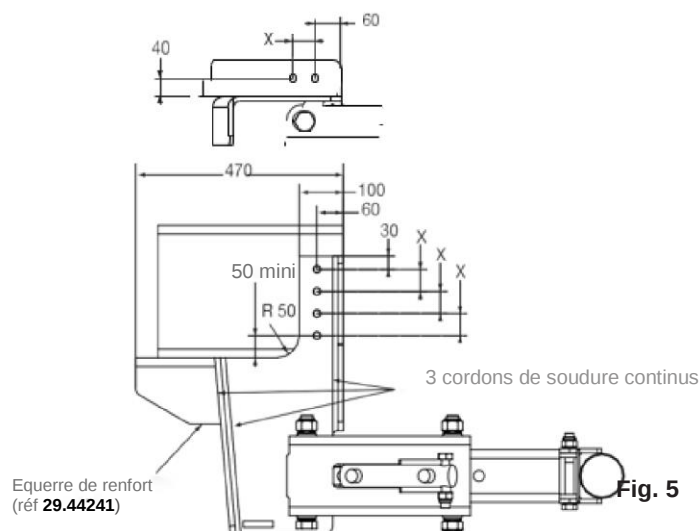
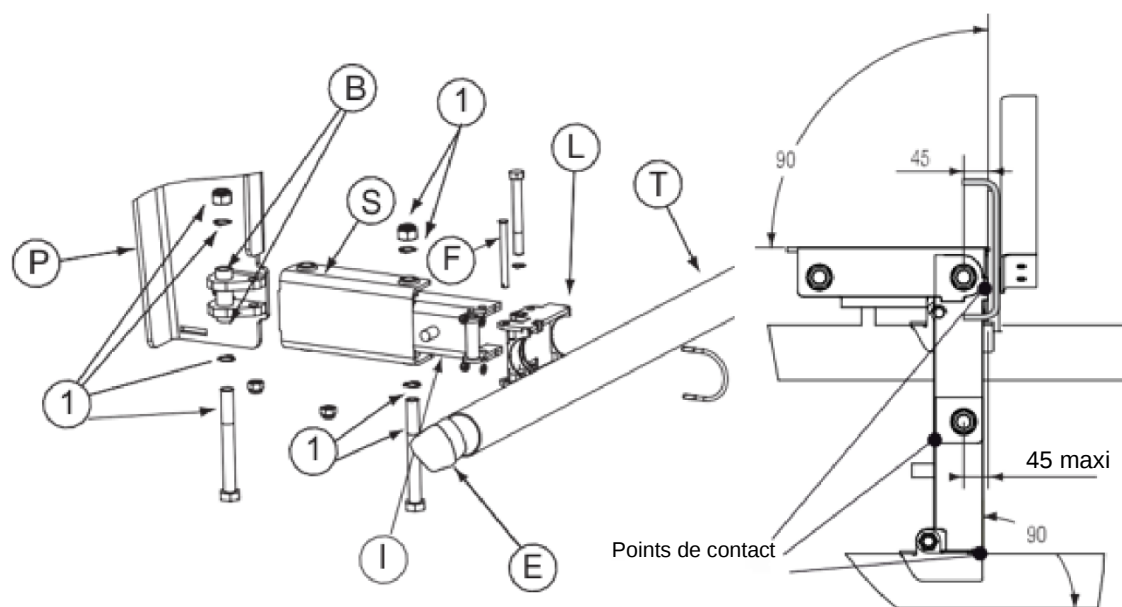
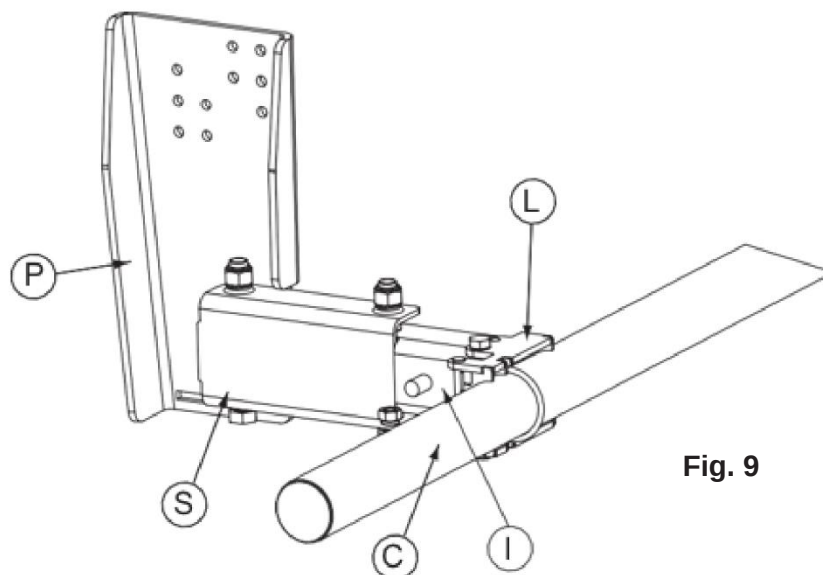

Fig. 5
Fig. 8
Fig. 9
- Mise en place des bras supérieurs (**S**) sur les platines (**P**) et fixation sur les bossages (**B**) avec les vis M27 (1), rondelles et écrous fournis. Mise en place et fixation des bras inférieurs (**i**) sur les bras supérieurs (**s**) avec les vis M27(1) (voir Fig. 8). Les vis M27 doivent être serrées à fond puis desserrage de 1/6 de tour.
- Mise en place des supports tube (**I**) sur les bras inférieurs (**i**) avec la visserie M20 (2) prévue (voir Fig. 9).
- Vérifier les positions extrêmes des bras supérieurs (**s**) par rapport aux platines (perpendiculaire et parallèle) et meulage des points de contact si besoin (voir Fig. 9).
- Positionner les platines (**P**) sur les longerons suivant les conditions d'implantation puis procéder au perçage des longerons et platines et les assembler avec les 20 vis M14 classe 10.9 pas fin (3), rondelles et écrous fournis ($C=180Nm\pm10\%$) ou à la soudure pour les véhicules relevant du règlement Européen UE 2015/208.
- Si vous avez choisi l'option équerre de châssis (réf. 29.44241), procéder à la découpe des platines suivant fig. 5 puis positionner les platines et les équerres sur les longerons, procéder à leur perçage puis les assembler avec 12 des 20 vis (3), souder ensuite les équerres aux platines par 3 cordons continus (fig. 5)
- Mise en place des bras supérieurs (**S**) sur les platines (**P**) et fixation sur les bossages (**B**) avec les vis M27 (1), rondelles et écrous fournis. Mise en place et fixation des bras inférieurs (**i**) sur les bras supérieurs (**S**) avec les vis M27(1) (voir Fig. 8).
- Mise en place des supports tube (**L**) sur les bras inférieurs (**I**) avec la visserie M20 (2) prévue (voir Fig. 9).
- Vérifier les positions extrêmes des bras supérieurs (**S**) par rapport aux platines (perpendiculaire et parallèle) et meulage des points de contact si besoin (voir Fig. 9).
- Après mise en place des deux poignées (M), positionner la barre anti-encastrement (T) (voir fig. 10) dans les supports tube à brider (I) en s'assurant toujours des points de contact de la fig. 9.
- Vérification de la position basse (route) avec la mise en place des axes de sécurité (**fig. 8**), haute (chantier) et des points de contacts (**fig. 9**).
- Mettre en place les deux butées caoutchouc (**c**)(voir **fig.9**) en les fixant dans les trous prévus sur le haut des bras inférieurs (**i**).